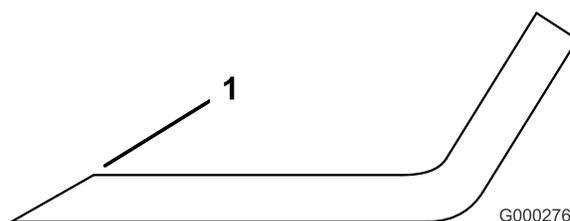

Figure 84
- Examinez les tranchants de toutes les lames et affûtez-les s'ils sont émoussés ou ébréchés. N'affûtez que le haut du tranchant et conservez l'angle de coupe d'origine pour obtenir une coupe nette (Figure 84). Limez la même quantité de métal sur chacun des deux tranchants pour ne pas déséquilibrer la lame.